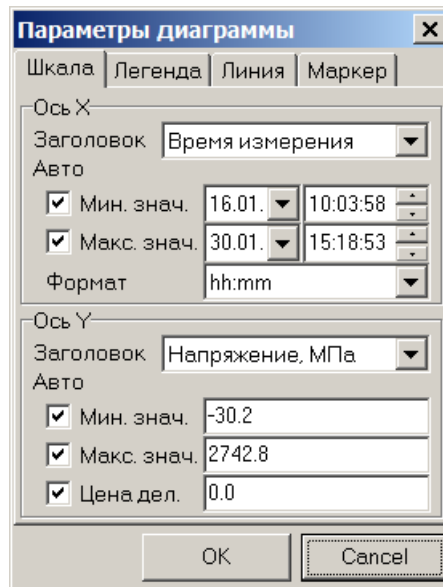

Рисунок 8 - Окно выбора параметров диаграммы.
3.4.4. Для настройки параметров отображения результатов измерений на диаграмме необходимо выполнить команду меню Измерение|Параметры диаграммы. При этом должно появиться окно для выбора параметров диаграммы (рисунок 8). С помощью этого окна можно выбрать масштаб графиков, расположение легенды, свойства линий и маркеров для каждого канала.